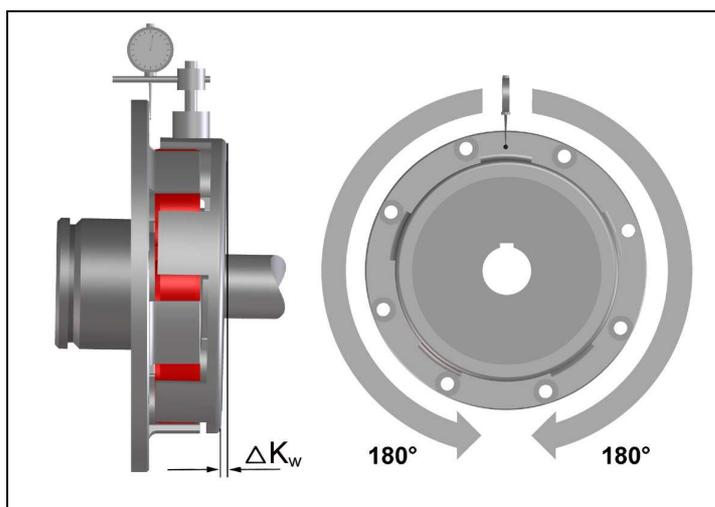

Bild 6
- Vermessen Sie eine ganze Umdrehung (360°) stirnseitig am äußeren Durchmesser. Ermitteln Sie dabei die größte Abweichung K_{w1} sowie die kleinste Abweichung K_{w2} (Bild 6). Berechnen Sie die Winkelverlagerung $\Delta K_w = K_{w1} - K_{w2}$.